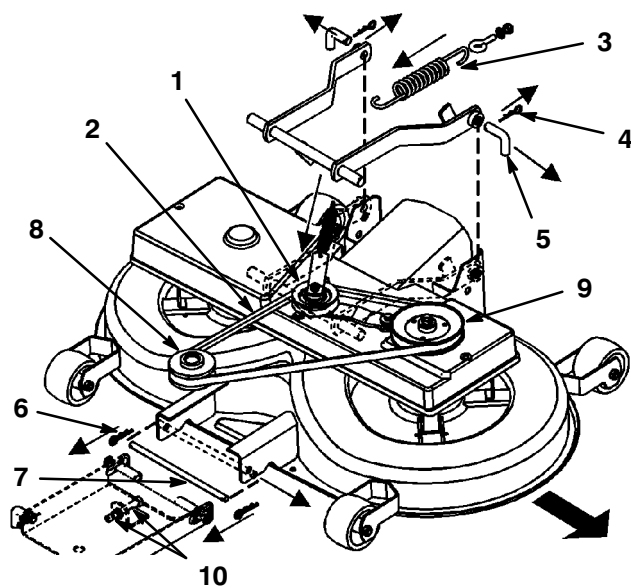

Figure 41
3. Tirer le bras de tendeur vers l'intérieur et retirer la courroie trapézoïdale du galet tendeur (Fig. 41).
4. Décrocher le ressort du bras d'embrayage des lames (Fig. 41).
6. Retirer les goupilles épingles des deux axes arrière et déposer les axes (Fig. 41). L'emploi d'une pince peut être nécessaire pour extraire le second axe.
7. Retirer les goupilles épingles de l'axe avant et déposer l'axe (Fig. 41).
8. Retirer la courroie trapézoïdale de la poulie motrice (Fig. 41).
2. Déposer la poulie de courroie trapézoïdale et l'ensemble de bras tendeur (Fig. 41).
2. Régler les deux écrous M12 de la suspension avant pour placer l'axe inférieur de la suspension avant réglable en bas des rainures (Fig. 41).